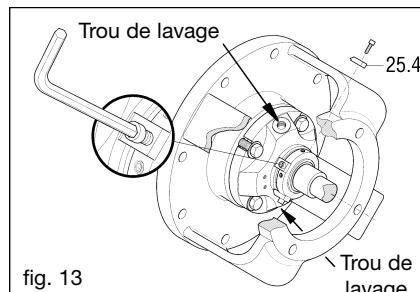

fig. 13
- Bloquer la turbine (03) et enlever l'écrou à blocage automatique (33).
- Fixer les goujons (25.4) qui bloquent la garniture dans les logements correspondants (fig. 13).
- Enlever les goujons (25.4) (fig. 13) qui bloquent la garniture et les fixer sur les trous prévus à cet effet de la bride afin de les utiliser durant la phase de démontage.